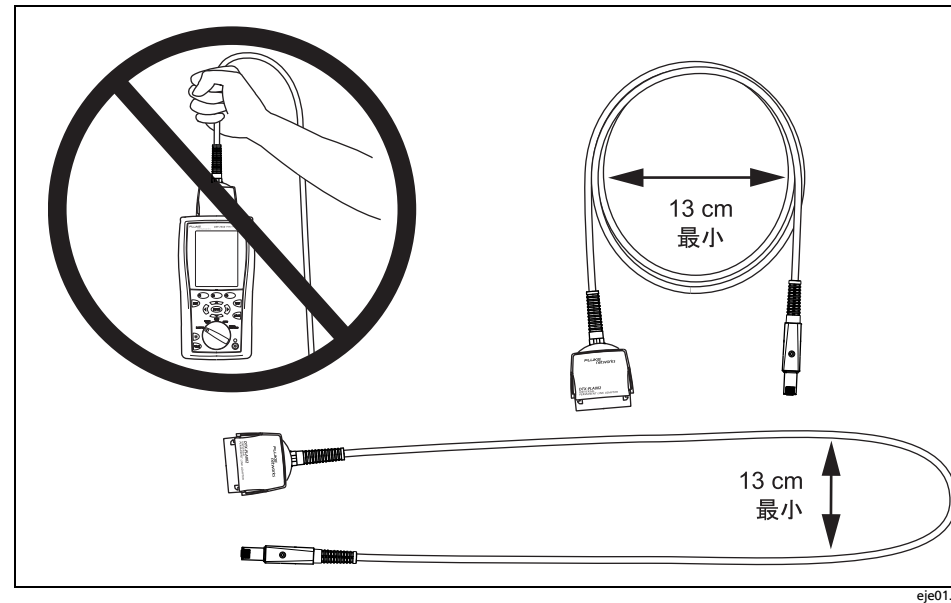

図 1. 取り扱いのガイドライン
- アダプターのケーブルをつまむ、折り曲げる、押しつぶすことは避けてください。図 1 および 3 にある取り扱いのガイドラインに従ってください。